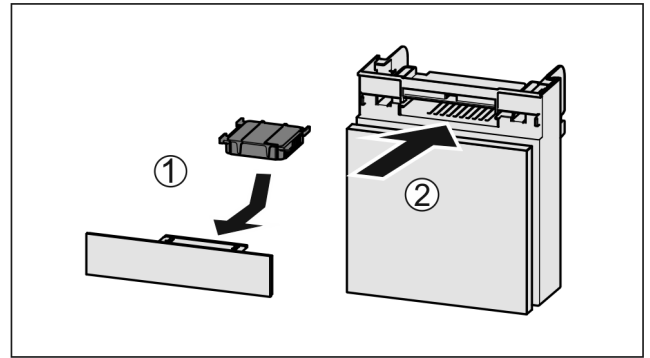

Fig. 83
- ▶ Inserire il vano Fig. 83 (2).